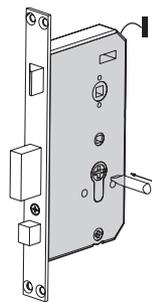

图 7
- 6-1 如图 7，用一字螺丝刀靠手感检验十字槽是否在零位，若没有请调整至零位(手感零位有一个轻微的卡滞感觉)。